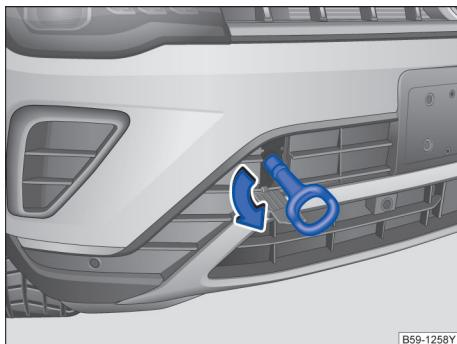

图 213 在保险杠的右前部：安装牵引环
- 将牵引环朝箭头方向拧入螺纹孔内，直到限位位置→图 213。